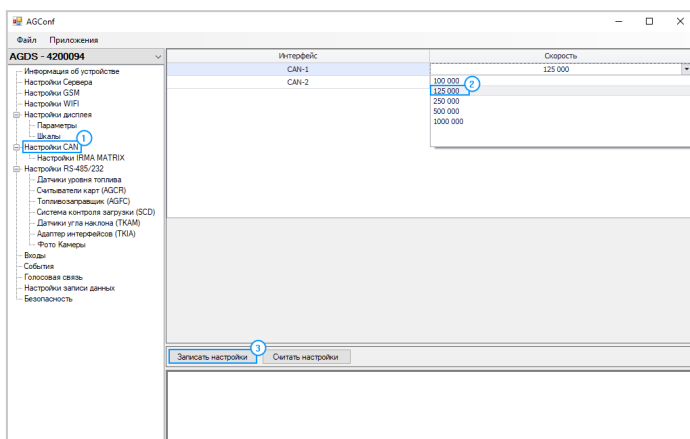

Рис.126. Настройка интерфейса шины CAN
– перейти в раздел «**Настройки CAN**» и выбрать для шины «**CAN-1**» «**Скорость**» - 125 000 (Рис.126).